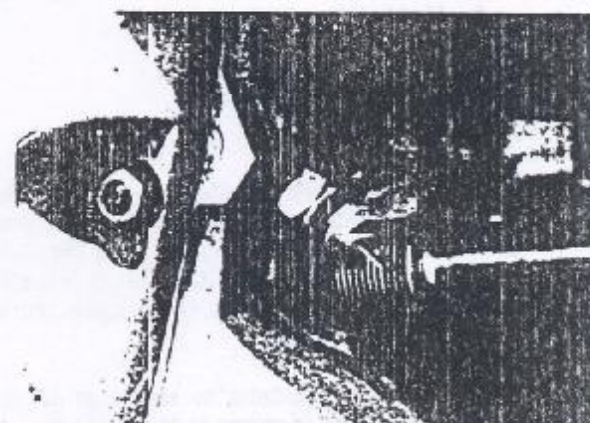

Figura 1.15.6 - Sensor da pressão do óleo do motor
1. Remover o sensor da pressão do óleo do motor localizado no lado esquerdo do bloco (Figura 1.15.6).